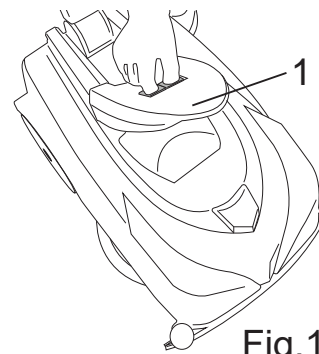

Fig.19
- Освободите крышку, перемещая друг к другу два подвижных фиксатора (рис. 19 - поз. 1).